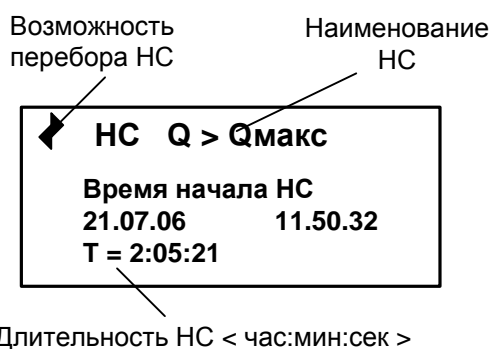

Рис. 2. Вид окна индикации информации о НС.
**НС** и нажать кнопку , после чего открывается окно, вид которого показан на рис.2. При одновременном возникновении нескольких НС просмотр в окне информации о них производится с помощью кнопок , .